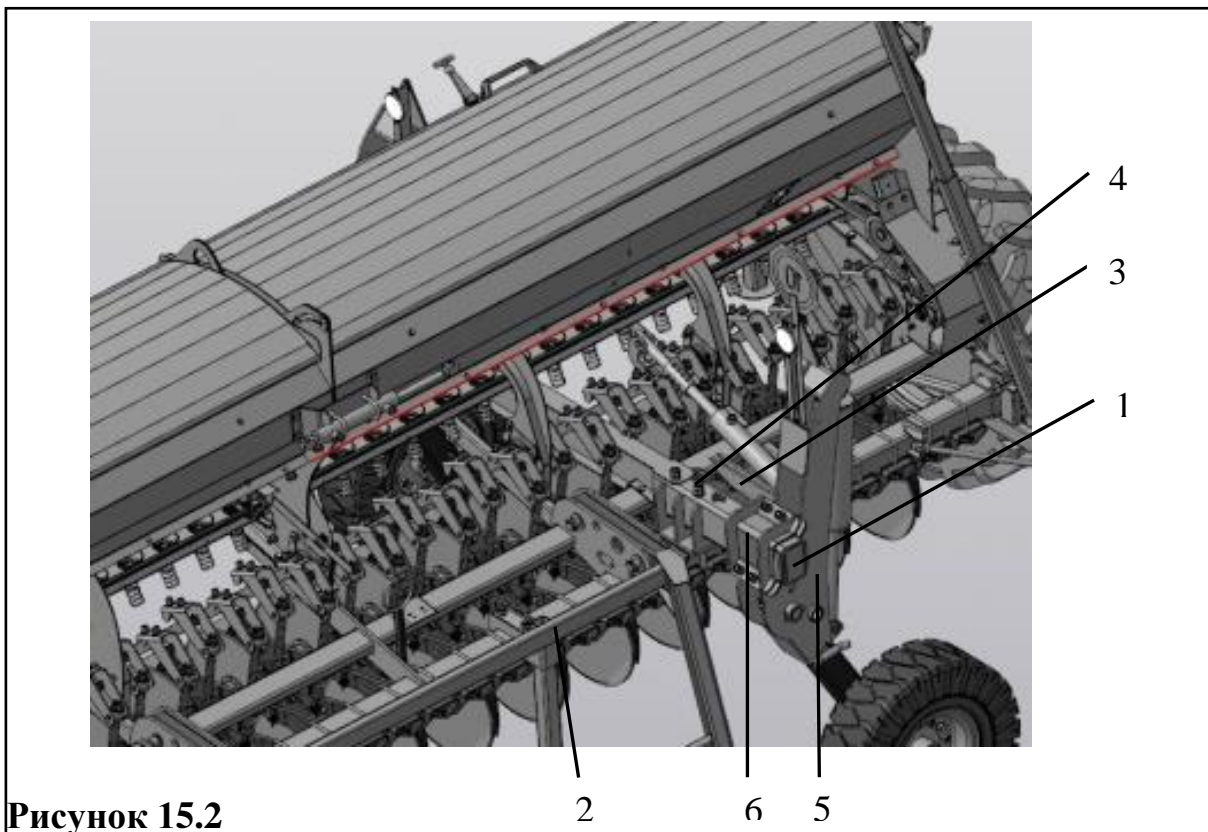
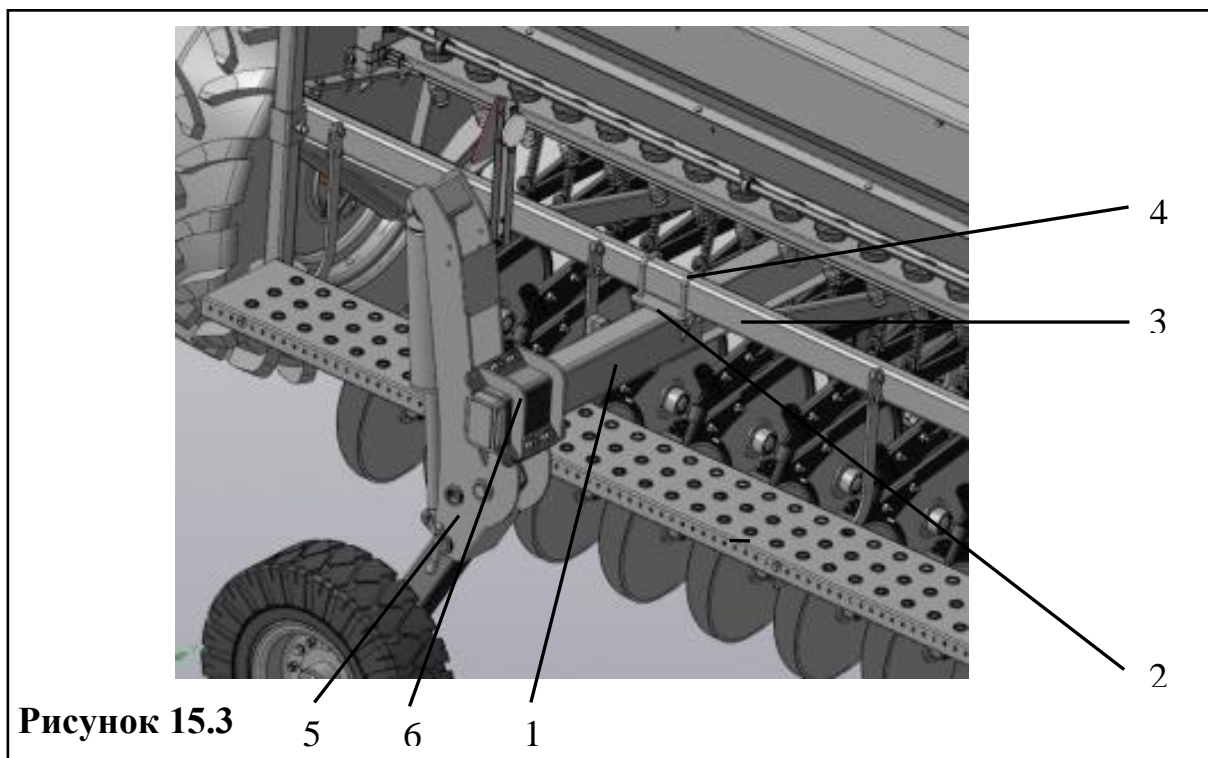

Рисунок 15.2
Рисунок 15.3
- 3) Установить балку 1 (рис. 15.2) на левой стороне рамы (по ходу движения) между восьмой и девятой секцией (990 мм от центра сеялки до центра балки 1 транспортного).
- 4) Притянуть к переднему брусу 2 хомутами 3 и 4 (рис. 15.2) с гайками и контргайками М16-6Н.8.
- 5) Совместить кронштейн 2, приваренный к балке 1, с задним брусом (3) рамы. Сверху установить хомуты 4. Стянуть гайками М14-6Н.8 и контргайками.
- б) Установить на балку опоры с колёсами 5 (рис. 15.2 и рис. 15.3). Зафиксировать их хомутами 6 с болтами М14х60.88, гайками М14-6Н.8 и контргайками.